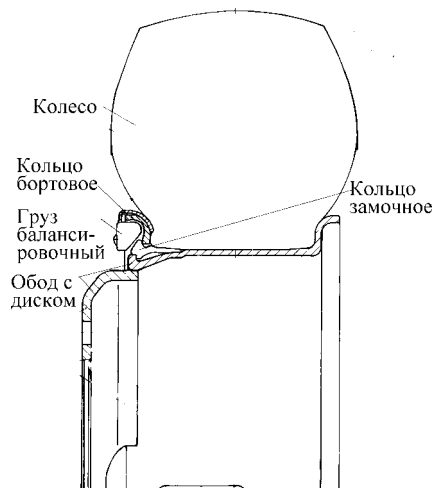

Рис. 216. Колесо дисковое
**Колеса** — дисковые, размер 178-508(7,0-20), с трехкомпонентным ободом, с креплением по типу ISO 4107-79(см. рис. 216).